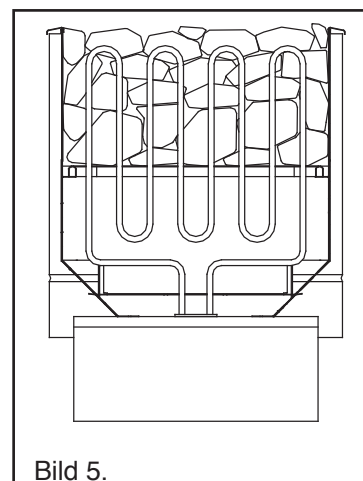

Bild 5.
- Stenarna ska täcka upphettningssmotstånden helt och hållet (bild 5).